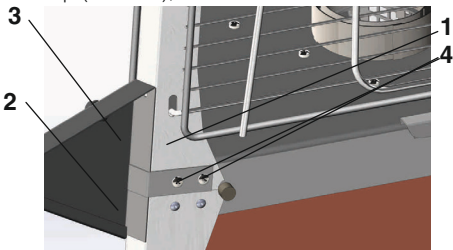

Рис. 14
2. открутите винты (4), фиксирующие верхний профиль (1);
3. заведите уголок (2) в прорезь опоры (3);
5. повторите операции 2-4 для оставшихся опор (Рис. 14);